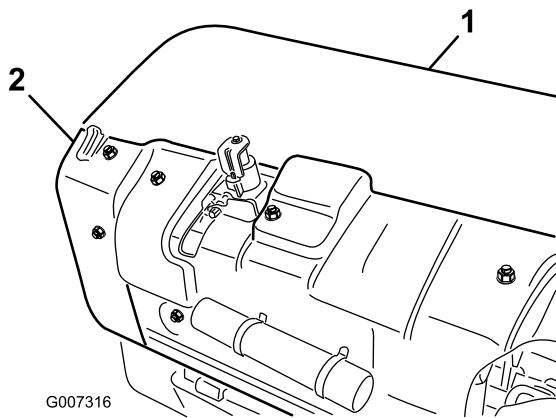

Figura 33
- A. Retire la tapa del cabezal de perforación trasero (Figura 33).
- B. Retire las tuercas de montaje del protector de la polea, y retire el protector (Figura 33).